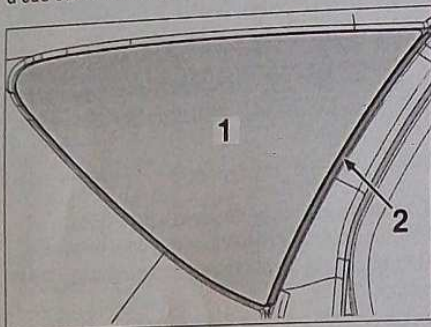

FIG. 79a
- à l'aide d'un ruban adhésif, maintenir le joint (2) sur la glace de custode (1) soulevé sur toute sa longueur (Fig. 79a).